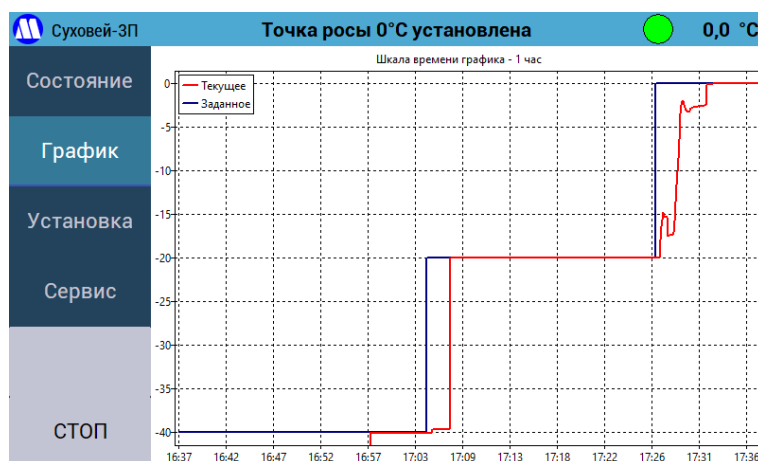

Рисунок 32 – Процесс установки нескольких значений температуры точки инея на графике.
8.5.16. Процесс изменения воспроизводимой генератором температуры точки росы/инея можно наблюдать в графической форме, нажав на кнопку «График» в основном меню. В этом режиме на дисплее в графической форме выводятся графики зависимости требуемого (синий) и заданного (красный) значений температуры точки росы/инея от времени (см. Рисунок 32). Переключить масштаб графиков по оси X можно либо нажимая на область графиков (по возрастанию), либо нажимая на кнопку «График» (по убыванию), либо в меню «Настройки отображения» - см. п.7.2.10.1). Перерисовка графика в соответствии с новой шкалой произойдет при очередном опросе генератора (обычно не более 2 секунд). Масштаб графиков по оси Y выбирается автоматически.
8.5.19. В процессе перехода между требуемыми значениями влажности показания генератора могут меняться нелинейно (см. Рисунок 32 – переход от точки -20 °C к точке 0 °C). Это нормально и происходит из-за того, что сначала происходит установка температуры конденсационной камеры (с допустимым перерегулированием), затем установка требуемого давления в насытителе.